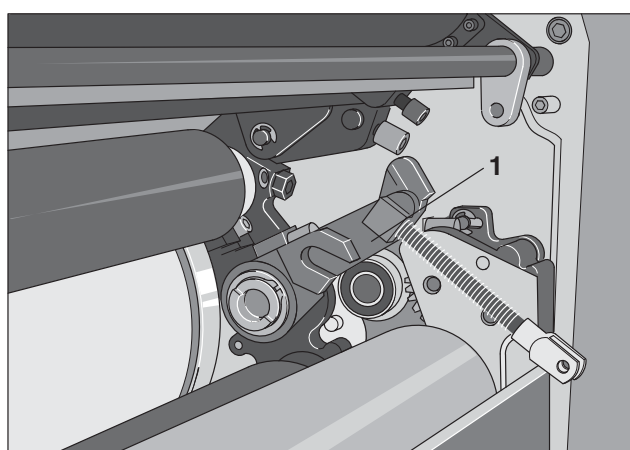

図15
- ⑲ 中間ローラの駆動側の軸受け(図15/①)を下に倒します。
- ⑳ 中間ローラの操作側の軸受け(図15/②)を取り外します。駆動側と操作側のジャーナルボックスを開いて、ローラ14を取り外してください。